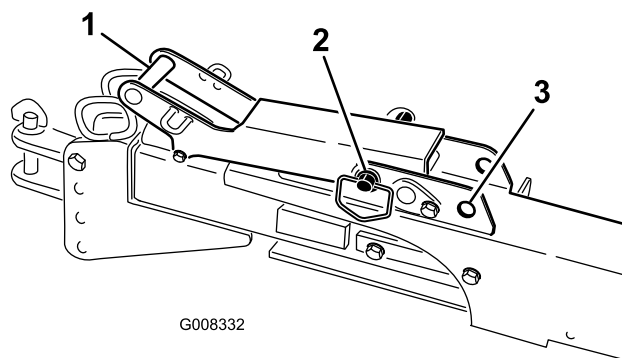

図 35
- ・ 牽引ヒッチを使っている場合には、コア・プロセッサをオフセット位置から通常の牽引位置（牽引車両の真後ろ）に戻し、牽引ヒッチを締め、ラッチ・ハンドルのピンをロック位置にする（図 35）。